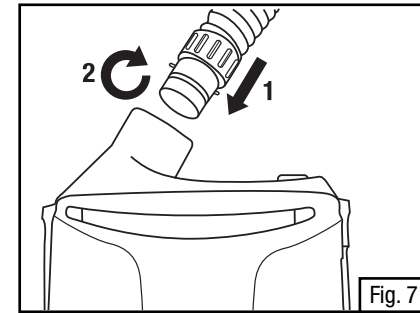

Fig. 7
1. Introduzca el extremo del tubo de respiración con la conexión tipo bayoneta (dos puntas pequeñas) en las ranuras paralelas en la salida de aire del motor/ventilador (Fig. 7).